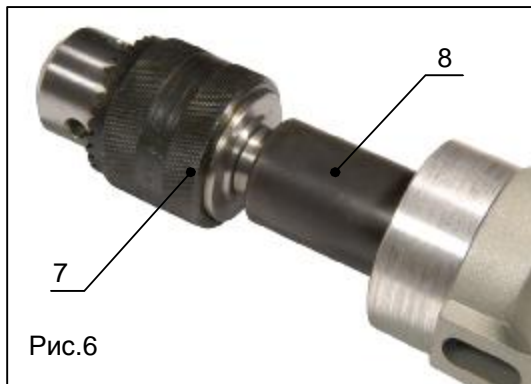

Рис.6
2. Вставьте патрон с оправкой (поз.7, рис.6) или сверло с коническим хвостовиком в шпindelь (поз.8, рис.6) электродрели и зафиксируйте.